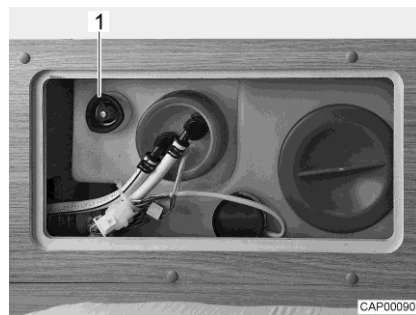

Bild 63 Wassertank mit Drehgriff
- Auf dem Wassertank den Drehgriff (Bild 63,1) im Uhrzeigersinn bis zum Anschlag drehen.
- Auf dem Wassertank den Drehgriff (Bild 63,1) entgegen dem Uhrzeigersinn bis zum Widerstand drehen. Das Wasser läuft bis auf ca. 20 Liter aus.